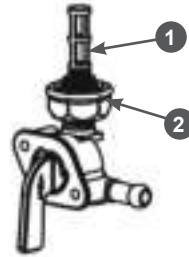

Рис. 19 Обслуживание фильтра топливного крана
Через каждые 300 часов работы необходимо производить очистку топливного бака от грязи и конденсата. Одновременно с очисткой топливного бака необходимо проверять и очищать фильтр, установленный в топливном кране внутри бака (Рис. 19). Поврежденный или сильно загрязненный фильтр необходимо заменить.
- Открутите контргайку 2 на 1-2 оборота после чего выкрутите топливный кран из топливного бака (Рис. 19).
- Выкрутите из корпуса топливного крана сетчатый фильтр 1 (Рис. 19).